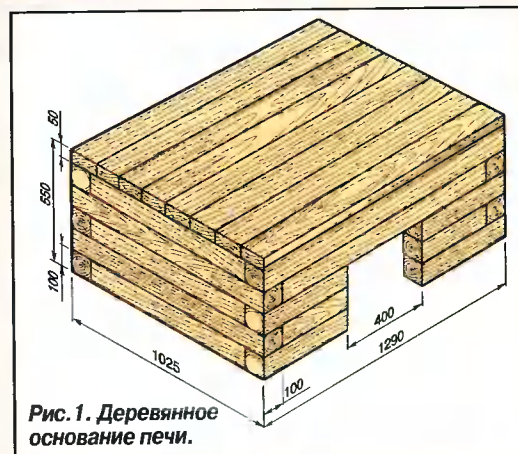

Рис. 1. Деревянное основание печи.
**Основание печи.** Его собрал из деревянных брусков 100 х 100 мм (рис. 1). При их отсутствии основание можно сколотить и из досок толщиной 50–60 мм. Его накрыл досками толщиной 50 мм. Боковые стороны обшил ДВП (древесно-волоконистой плитой) и окрасил в 2 слоя нитроэмалью. В боковой стороне предусмотрел лаз шириной 400 мм.